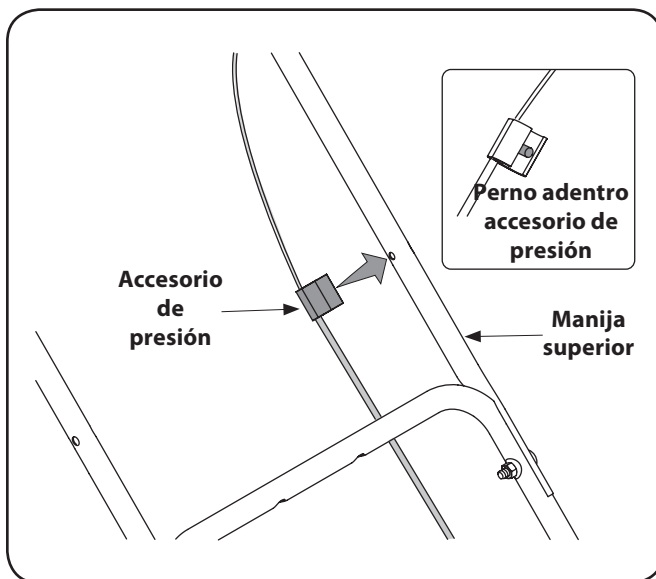
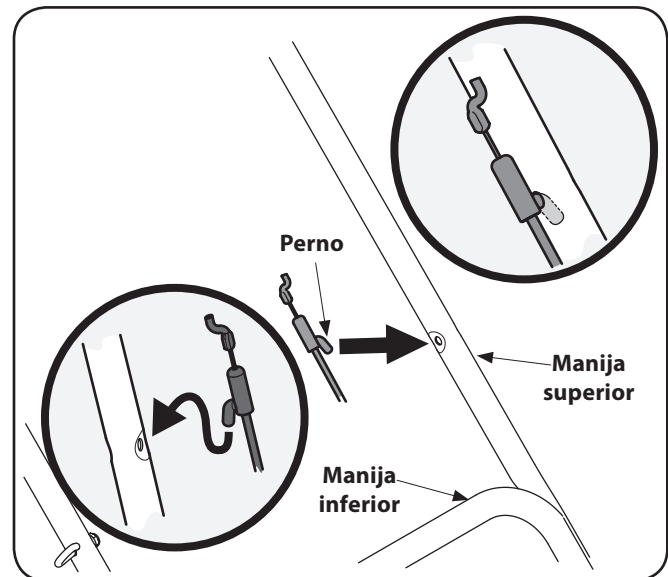

Figura 3-7
Figura 3-8
NOTA: La cortadora ha sido suministrado con uno de los dos tipos de cables de control - que se asegura con un accesorio de presión como se muestra en Figura 3-7 o uno que está asegurada con un pasador como se muestra en Figura 3-8. Tome nota de que el cable suministrado con el cortacésped y siga los pasos apropiados a continuación.
- Presione el perno que está dentro del accesorio de presión dentro del orificio que se encuentra del lado izquierdo de la manija superior, según se muestra en Figura 3-7.
- Presione el perno se encuentra en la instalación del cable en el agujero se encuentra en el lado izquierdo del asa superior, como se muestra en Figura 3-8 inserciones.